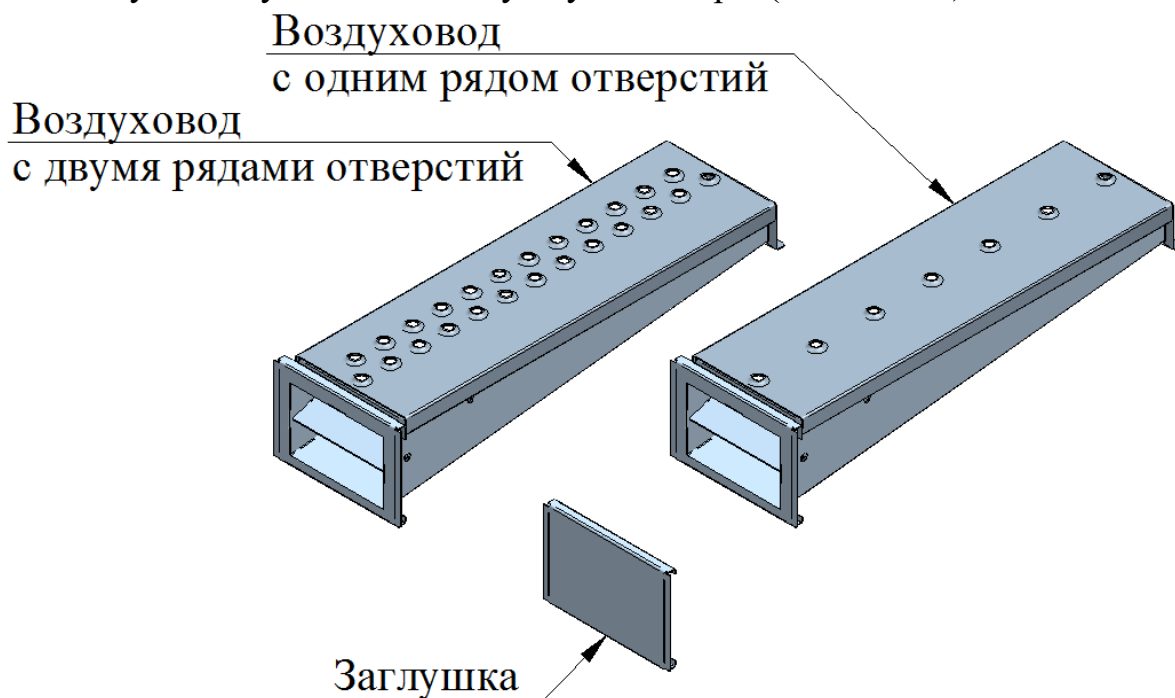

Рис. 13
3. Вынуть воздухопроводы и заглушку из камеры (см. Рис. 13).